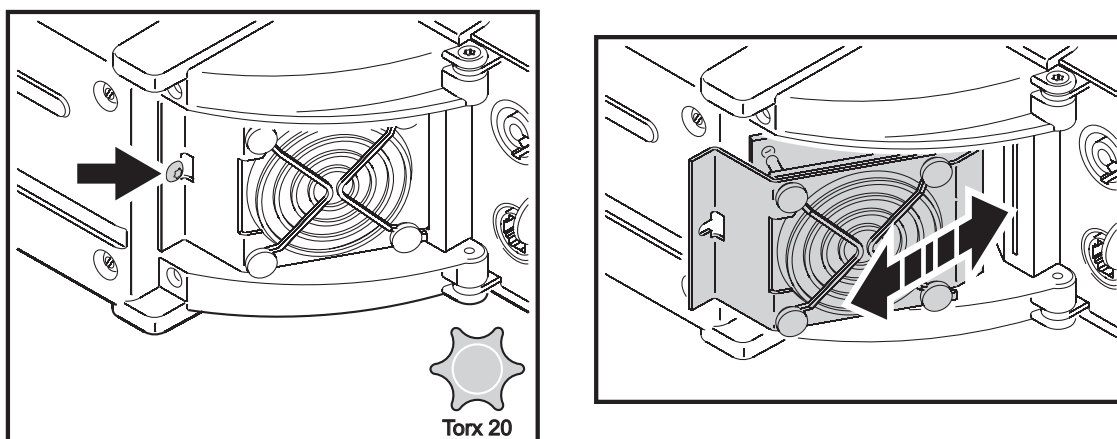

Figura 4: Extracción del conjunto del ventilador
4. Ver la Figura 4. Si un ventilador o su rejilla necesitan una limpieza más a fondo, se puede desmontar el conjunto del ventilador aflojando el tornillo de retención (marcado con una flecha) y deslizando el